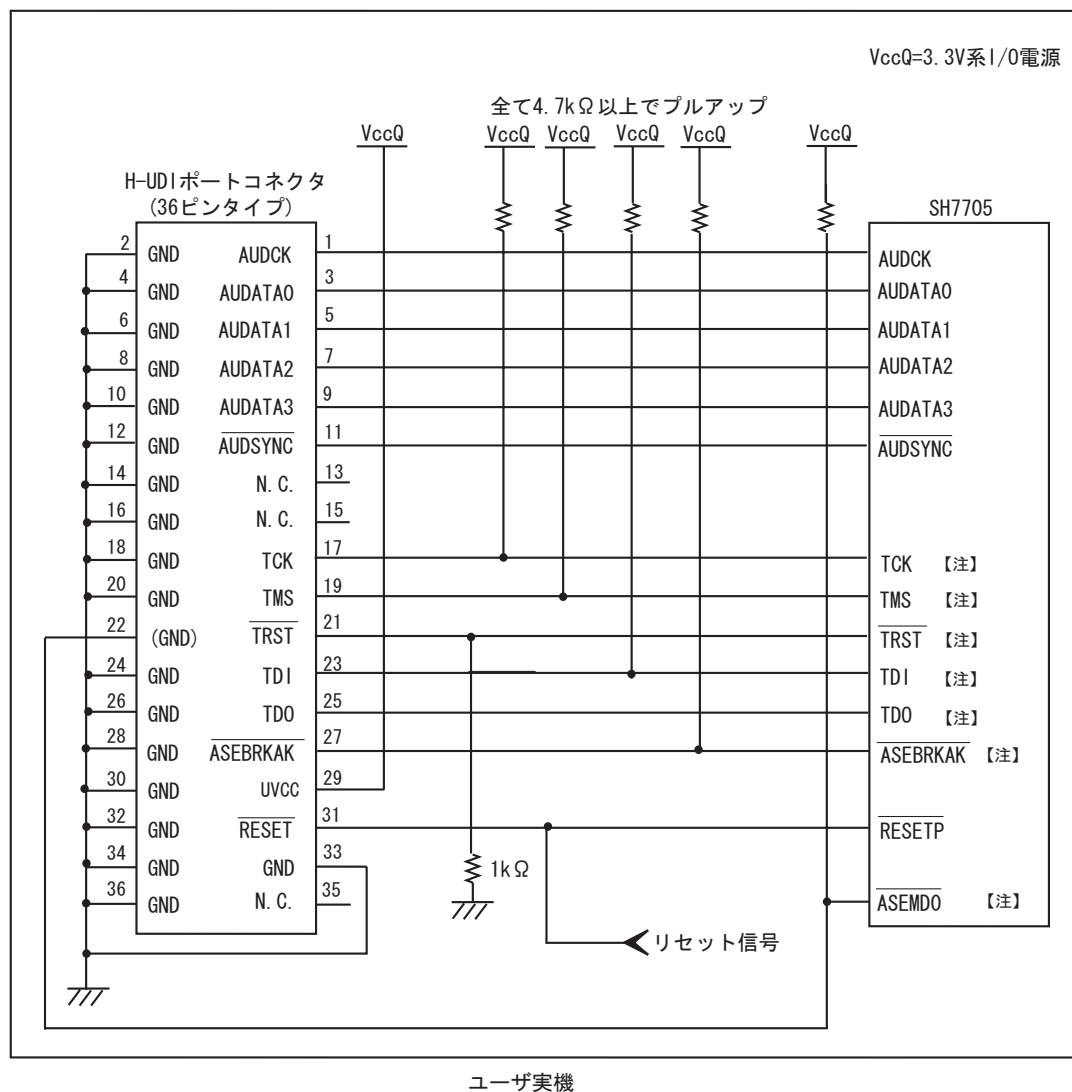

図 1.4 SH7705 使用時の H-UDI ポートコネクタ - チップ間の接続例
- 図 1.4 に SH7705 ご使用時の接続例を示します。